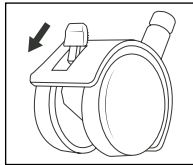

Fig. 6
- ◆ Poussez les leviers sur les deux roulettes avec leviers de blocage **11** vers le bas une fois l'appareil immobile à un endroit, afin d'éviter tout déplacement de l'appareil (voir figure 6).